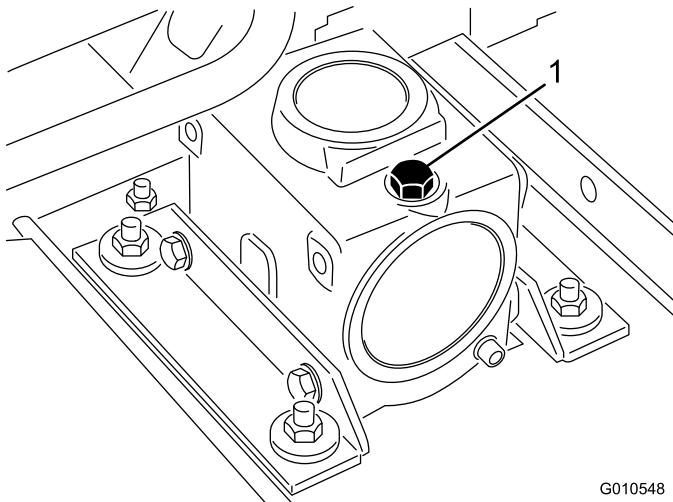

Figura 22
- 2. Parcheggiate la macchina e l'apparato di taglio su una superficie piana e abbassate l'apparato di taglio. Togliete il tappo di riempimento/asta di livello da sopra gli ingranaggi (Figura 22) e verificate che il lubrificante si trovi tra i segni riportati sull'asta. Se il lubrificante è insufficiente, aggiungete lubrificante per ingranaggi SAE 80-90 fino a portarne il livello tra i segni. La capienza della scatola ingranaggi è di 283 ml.